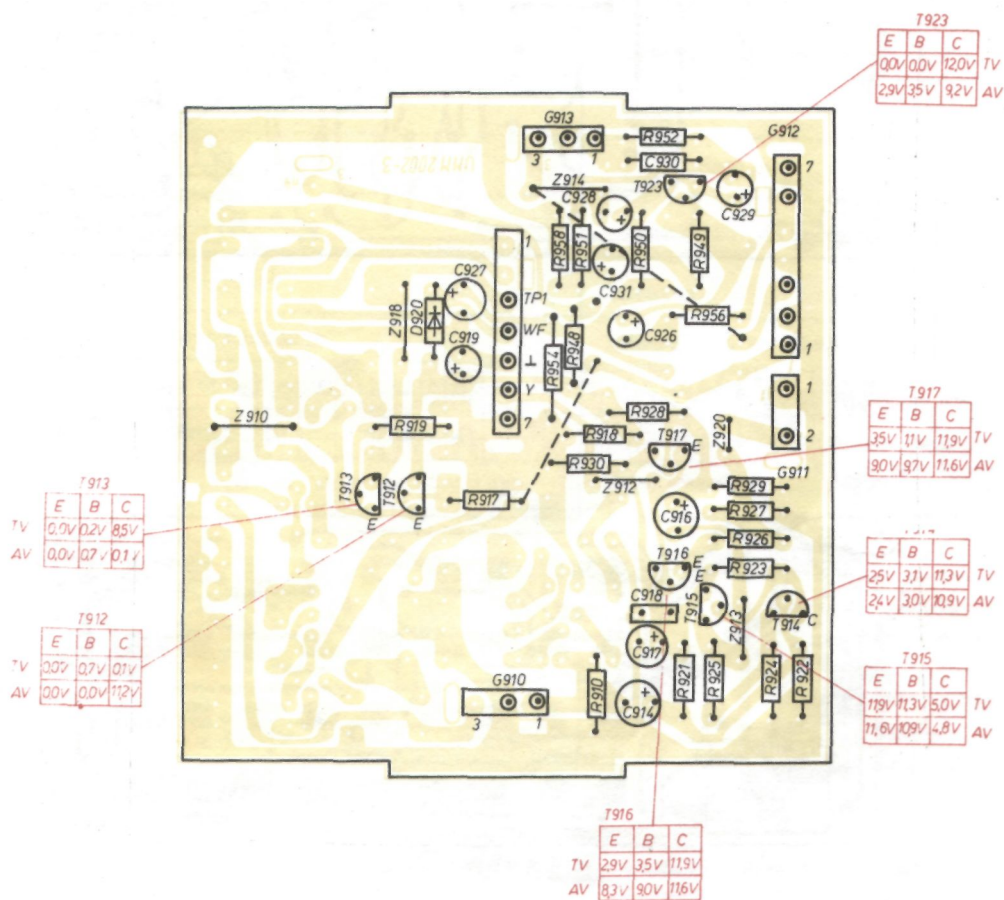

Rys.8. Schemat ideowy modułu UMM-2002 wyk.8.
- Rys.8. Schemat ideowy modułu UMM-2002 wyk.8.